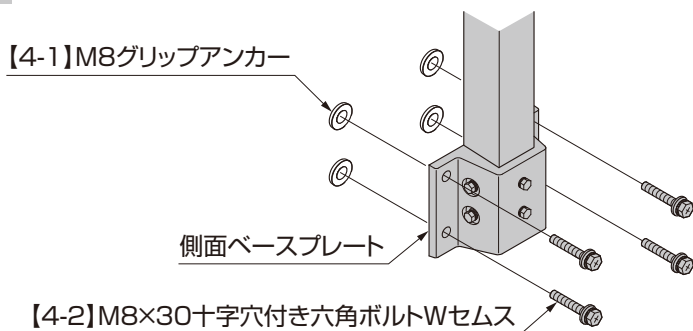

図6-7
①【4-2】で側面ベースプレートを【4-1】に取付けてください。(図6-7参照)